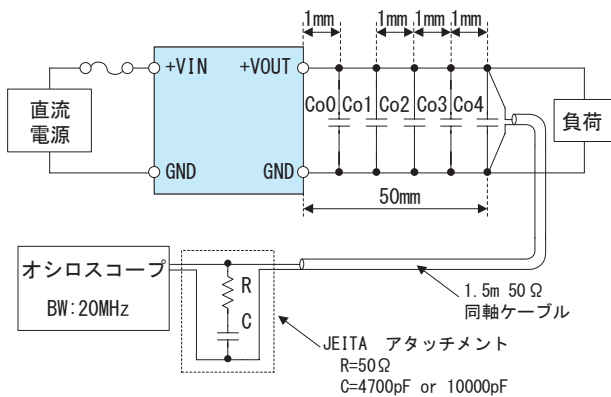

図3.4 出力リップル・リップルノイズ測定方法
- 出力リップル・リップルノイズは、図3.4に示した方法で測定した値です。